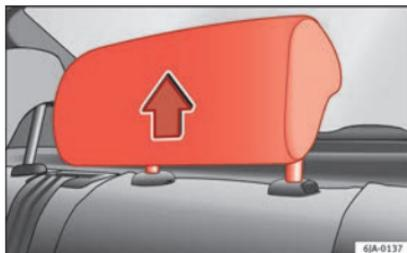

Fig. 75 Poggiatesta in posizione di utilizzo.
- Tre posizioni di **utilizzo** » **fig. 75.** In queste posizioni il poggiatesta agisce come un poggiatesta convenzionale, assumendo, assieme alla cintura di sicurezza, una funzione di protezione per i passeggeri dei sedili posteriori.